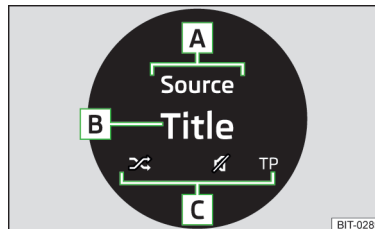

Fig. 153
**Descrierea afișajului** » fig. 153